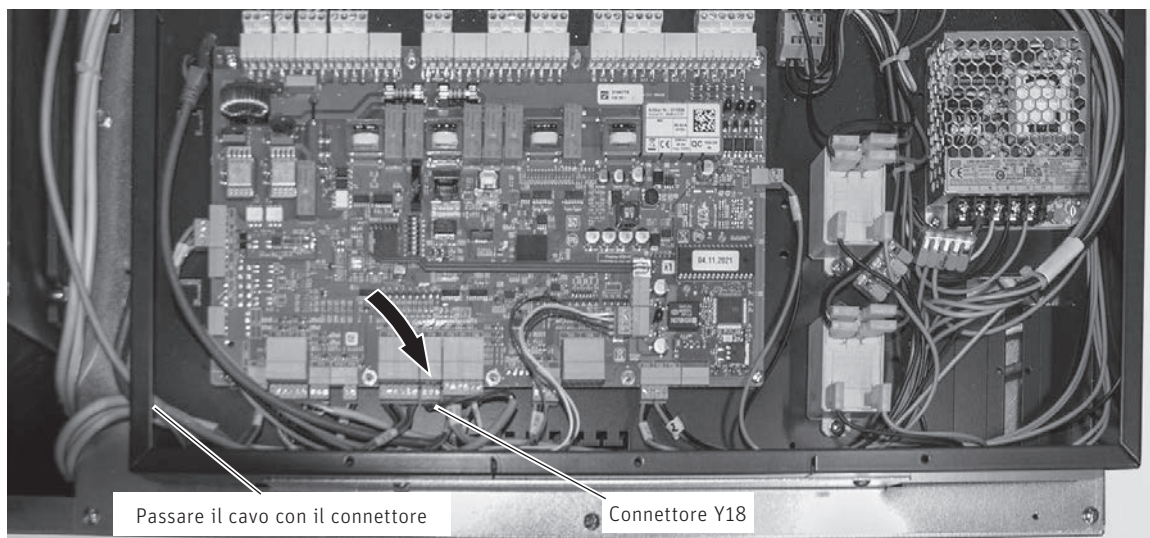

Fig. 50 Inserire l'interruttore di prossimità (connettore Y18)
- ▶ Portare il cavo dell'interruttore di prossimità superiore della stiva con il connettore al quadro di comando e inserirlo nel connettore Y18 – Fig. 50.